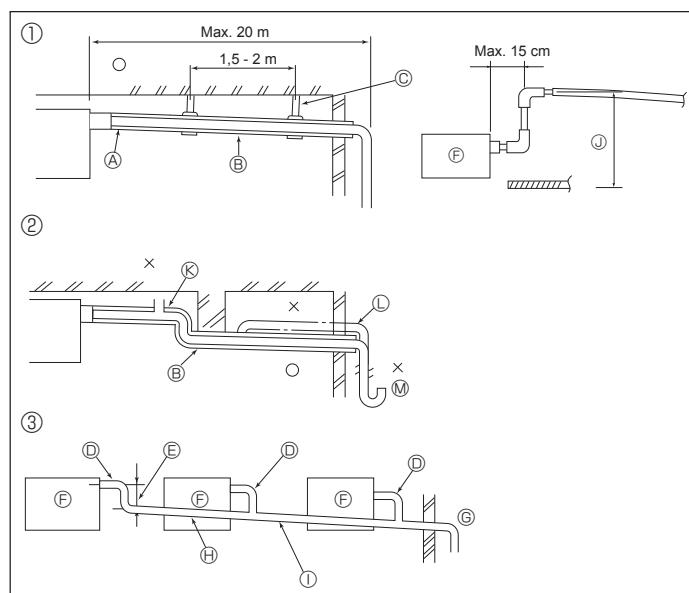
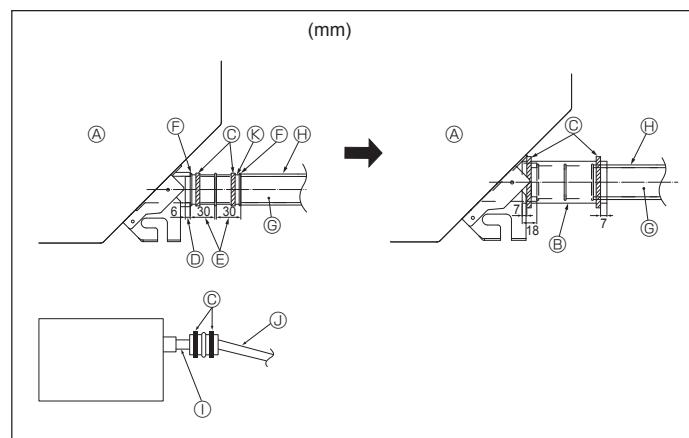

Fig. 5-1
Fig. 5-2
5.1. Installatie van Draineerbussen (Fig. 5-1)
① Juist aangelegde leidingen	⑥ Gebruik dikkere leidingen voor gegroepeerd leidingwerk.
② Onjuist aangelegde leidingen	⑦ Naar beneden lopend verval (1/100 of meer)
③ Gegroepeerd leidingwerk (grouped piping)	⑧ PVC-pip, O.D. ø38 voor gegroepeerd leidingwerk (met tenminste 9 mm isolatie erop)
④ Isolatie (tenminste 9 mm)	⑨ Tot 85 cm
⑤ Naar beneden lopend verval (1/100 of meer)	⑩ Ontluchter
⑥ Ophangbeugel	⑪ Verhoogd
⑦ PVC-pip, O.D. ø32	⑫ Stankafsluiter
⑧ Maak de bocht zo groot mogelijk (ongeveer 10 cm)	⑬ Hoofdunit
⑨ Maak de bocht zo groot mogelijk (ongeveer 10 cm)
- Sluit de aftapbus (meegeleverd met het apparaat) aan op de afvoeropening. (Fig. 5-2)